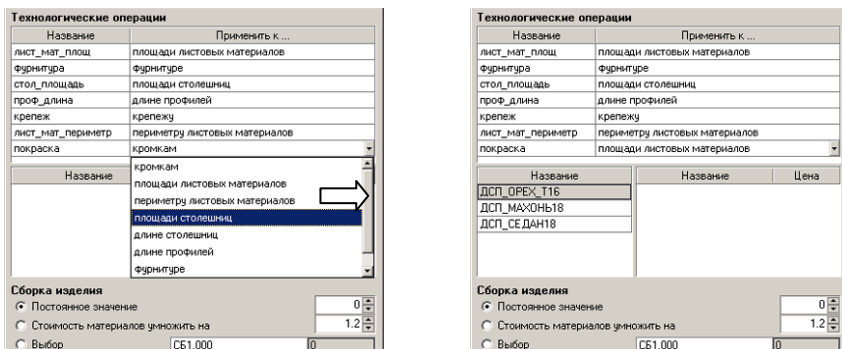

Рис. 10.17. Создание операции “покраска”, этапы 2, 3
- 4) в результате выполнения пунктов 2 и 3 в правой нижней части диалогового окна, см. рис. 10.17, появится список всех листовых материалов, использованных в данном проекте. Необходимо перетащить материалы, для которых будет применяться данная операция (например ДСП_ОРЕХ_Т16 и ДСП_СЕДАН18), в левую часть окна, см. рис 10.18, и определить стоимость данной операции для единицы площади каждого материала отдельно;